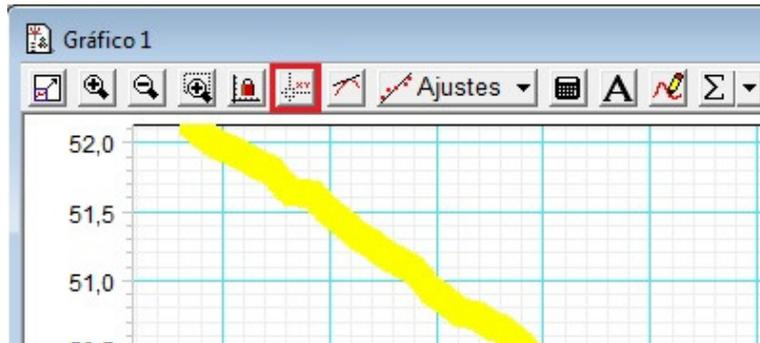
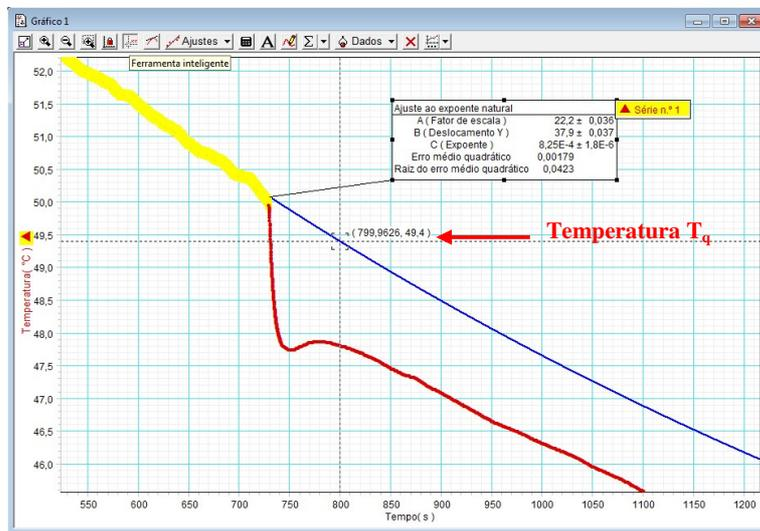
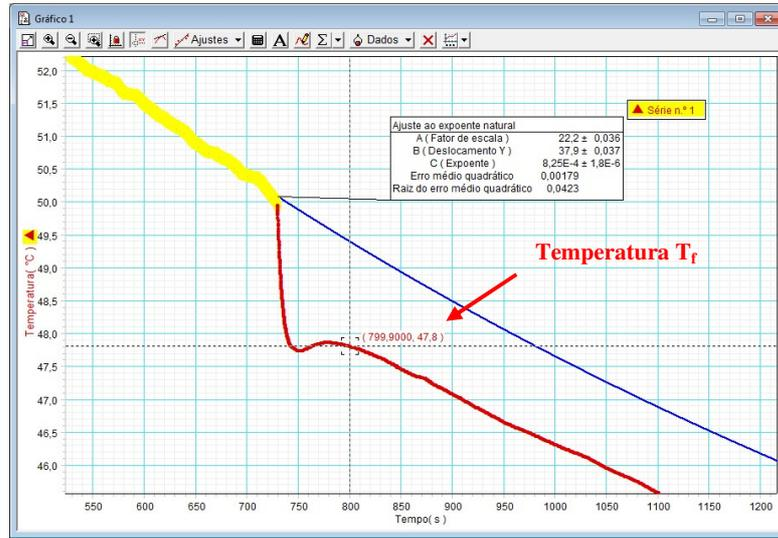

Figura 9 - Detalhe da Ferramenta Inteligente.
Figura 10 - Utilização da Ferramenta Inteligente para encontrar a temperatura T_q .
Figura 11 - Utilização da Ferramenta Inteligente para encontrar a temperatura T_f.
- Clique na **Ferramenta Inteligente** , mostrada na Figura 9, e utilize-a para encontrar os pontos correspondentes a temperatura T_q na curva teórica (Figura 10), e a temperatura T_f , na curva experimental (Figura 11);